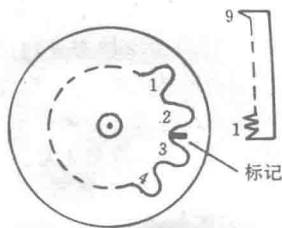

图 1
(1)装盒仓组件时,应将机芯处于待出盒状态。此时盒仓上齿条的第一个齿应落在带标记的齿沟中(2,3 齿之间)。如图 1 所示。